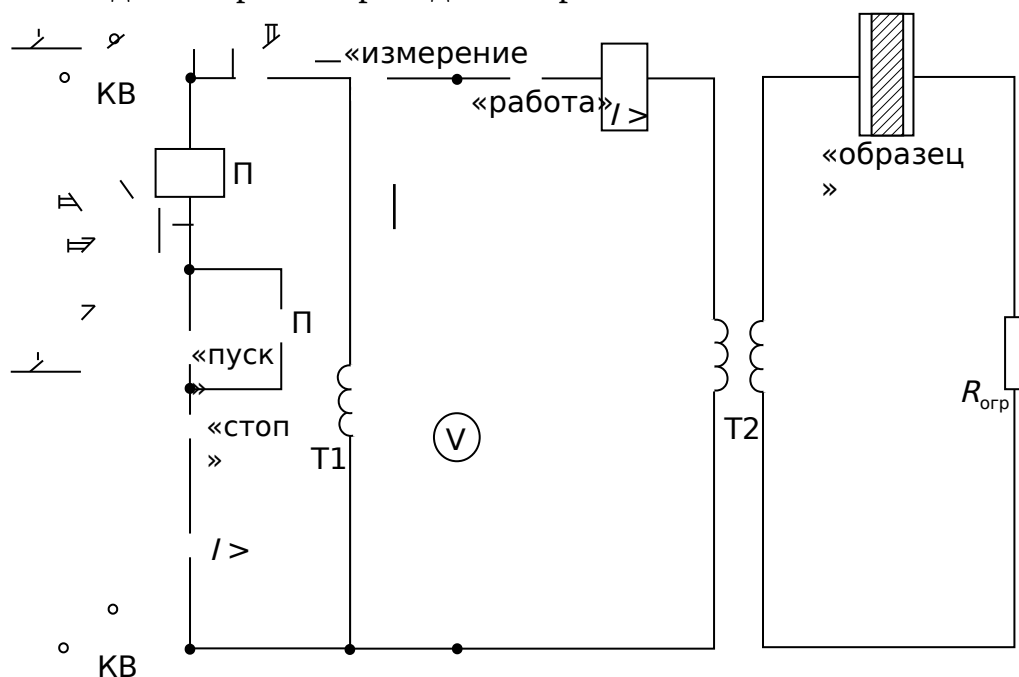

Рис. 2.6. Принципиальная электрическая схема установки
1. Испытательная высоковольтная установка с максимальным напряжением до 10 кВ. Принципиальная электрическая схема установки приведена на рис. 2.6.
Принципиальная электрическая схема лабораторной установки для определения пробивного напряжения и электрической прочности твердых и газообразных диэлектриков приведена на рис. 2.6.